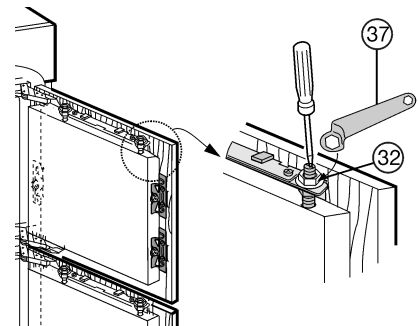

Fig. 23
- ▶ Kontermuttern Fig. 23 (32) mit dem Ringschlüssel Fig. 23 (37) festziehen, dabei Justagebolzen Fig. 23 (33) mit einem Schraubendreher gegenhalten.